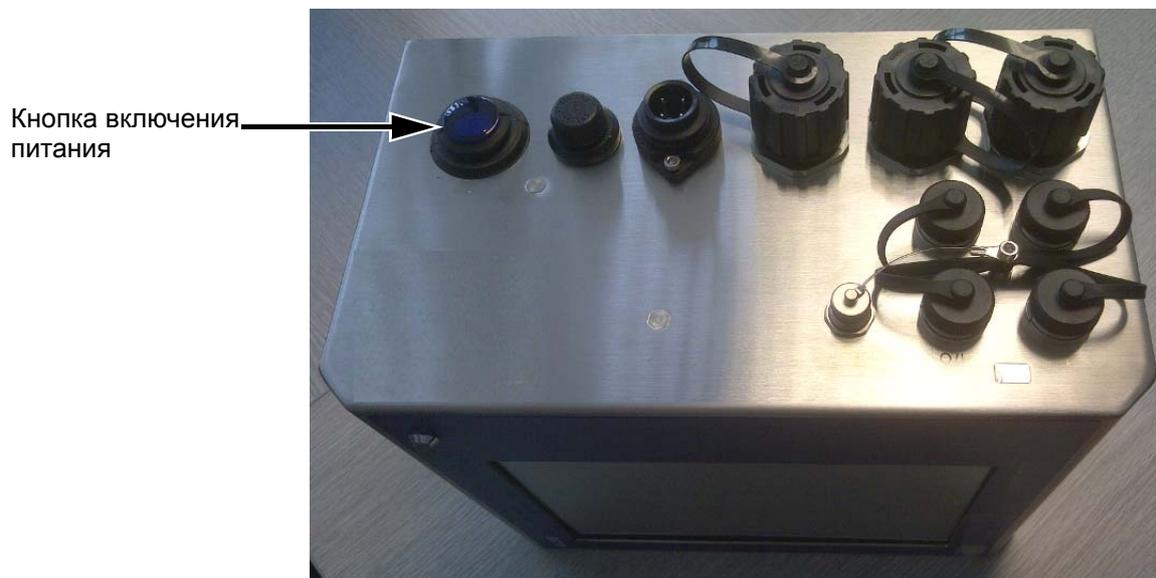

Рис. 5-6: Кнопка включения питания принтера
- 4 Нажмите кнопку включения питания на контроллере CLARiTY (см. Рис. 5-6).